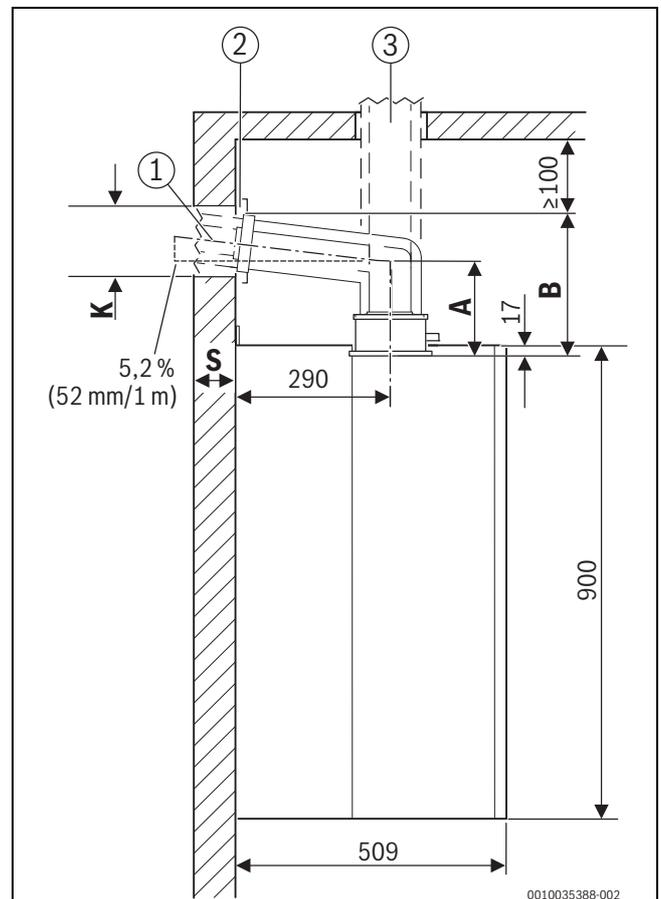

Fig. 2 Vista laterale (mm)
- Se necessario, aggiungere la misura della copertura ([2] in fig. 2).